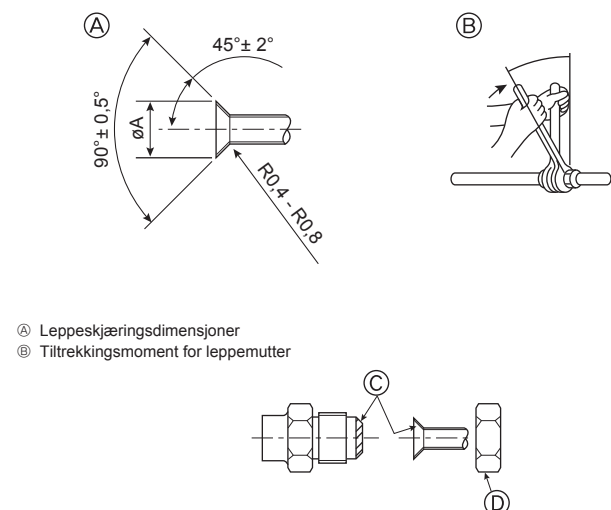

Fig. 4-8
4.2. Kople til rør (Fig. 4-8)
④ (Fig. 4-8)
⑤ (Fig. 4-8)